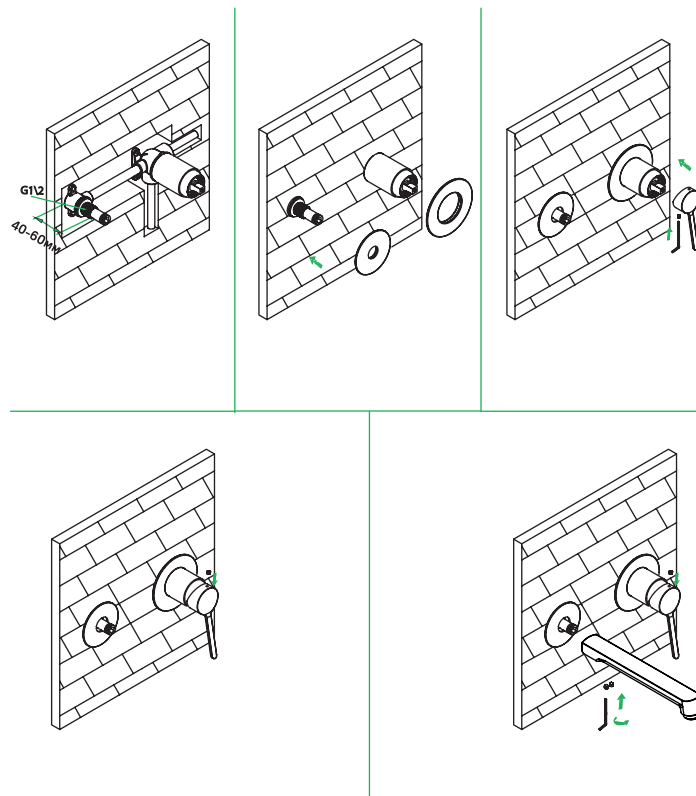

Рис. 3 / 3-сур.
2. В намеченном месте установки смесителя необходимо подготовить нишу для установки корпуса смесителя. Нишу подготавливают путем штробирования стены. Глубину ниши и ее размеры необходимо предусмотреть с учетом размеров корпуса смесителя. При определении глубины ниши необходимо учесть толщину будущей отделки и глубину, на которую может быть установлен смеситель от поверхности будущей стены с отделкой. Справочные размеры указаны на рис. 3.